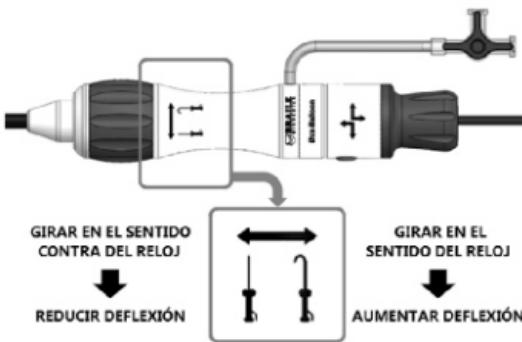

Figura 19:
- G.8. Compruebe la integridad del sistema de control de flexibilidad: gire completamente la rueda de control de flexibilidad ubicada en el mango, observando la deflexión de la vaina desviable. Después de comprobarlo, devuelva la rueda a la posición inicial. Observe las marcas cerca de la rueda para verificar la orientación correcta para girarla, como se muestra en la Figura 19.